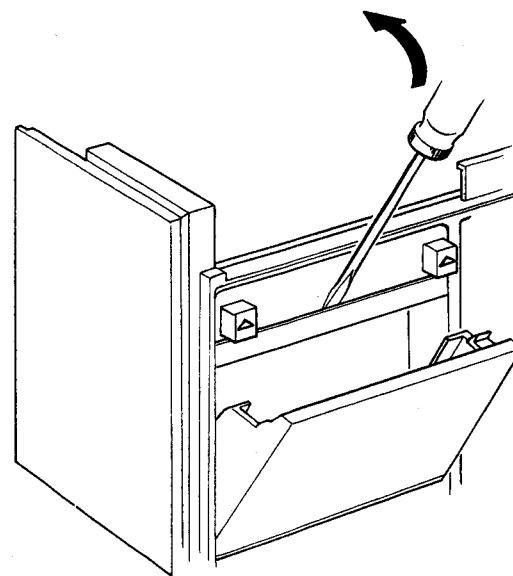

Fig. 13
- Drücke den Streifen über dem Recorderdeckel mit einem Schraubenzieher nach vorne (siehe Abb. 13).